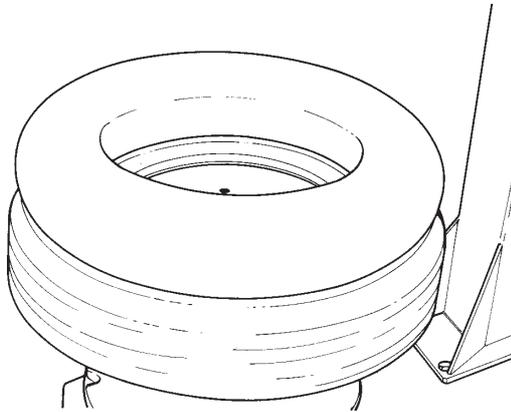

Fig.26
B. Confirm that the tube is the correct size for the tire to be mounted (Fig.26).
B. Monter la vanne sur la chambre à air et l'appuyer sur l'enveloppe pour contrôler si la mesure est correcte (Fig. 26).